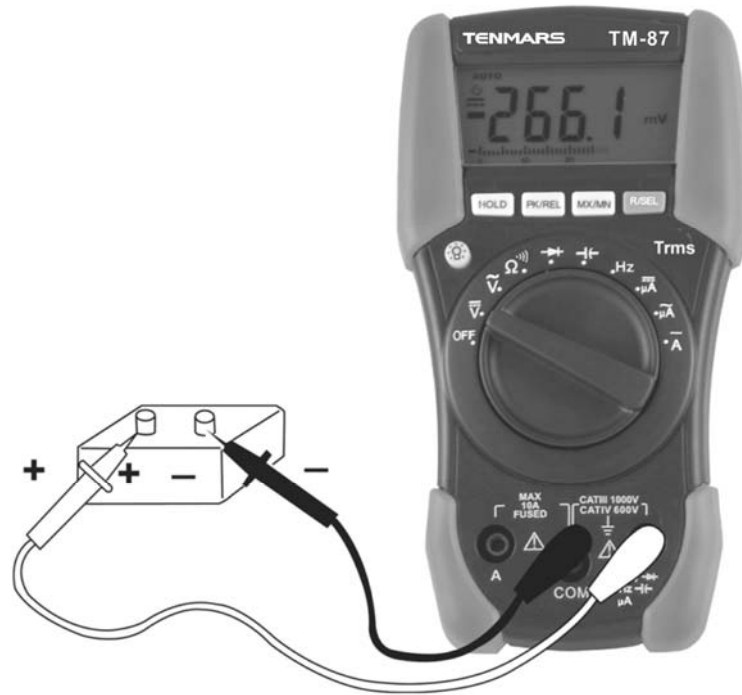

Fig. 2
3. 將紅色測試棒插入" HzVΩμA"插座;黑色測試棒插入"COM" 插座。(如 Fig. 2)